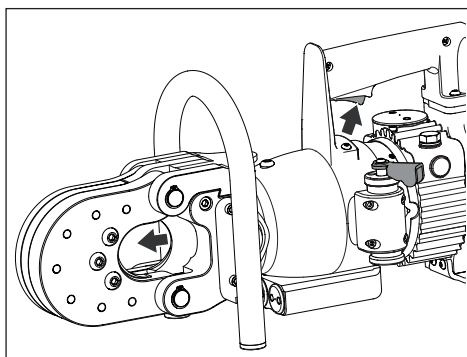

Figura 6, avanço do pistão
- Com a alavanca direcional na posição 1, pressione e segure o gatilho para avançar o pistão e deslizar a lâmina móvel para frente. Veja a Figura 6.